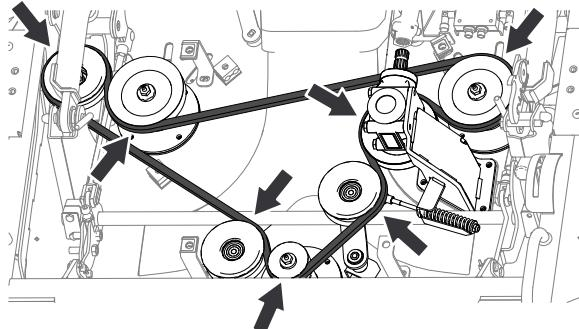

Figura 134
1. Encaminhe a nova correia em redor das polias, como se mostra na Figura 134.